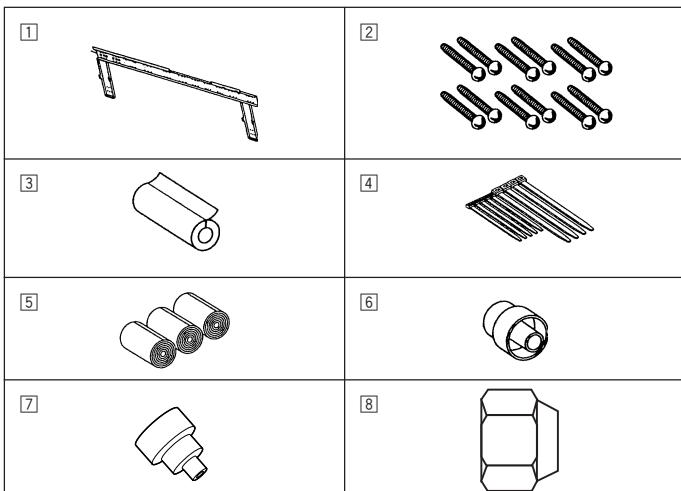

Fig. 3-3
①	Panneau de montage	1	Fixer à l'arrière de l'appareil.
②	Vis de fixation 4 × 35	12
③	Capuchon des tuyaux	1
④	Bande	5	Loger à l'intérieur de l'appareil
⑤	Matière isolante	3
⑥	Embout de raccordement	1
⑦	Pièce destinée au montage	1	Dans le kit de montage
■ PKFY-P18/P24/P30NFMU-E (Fig. 3-3)